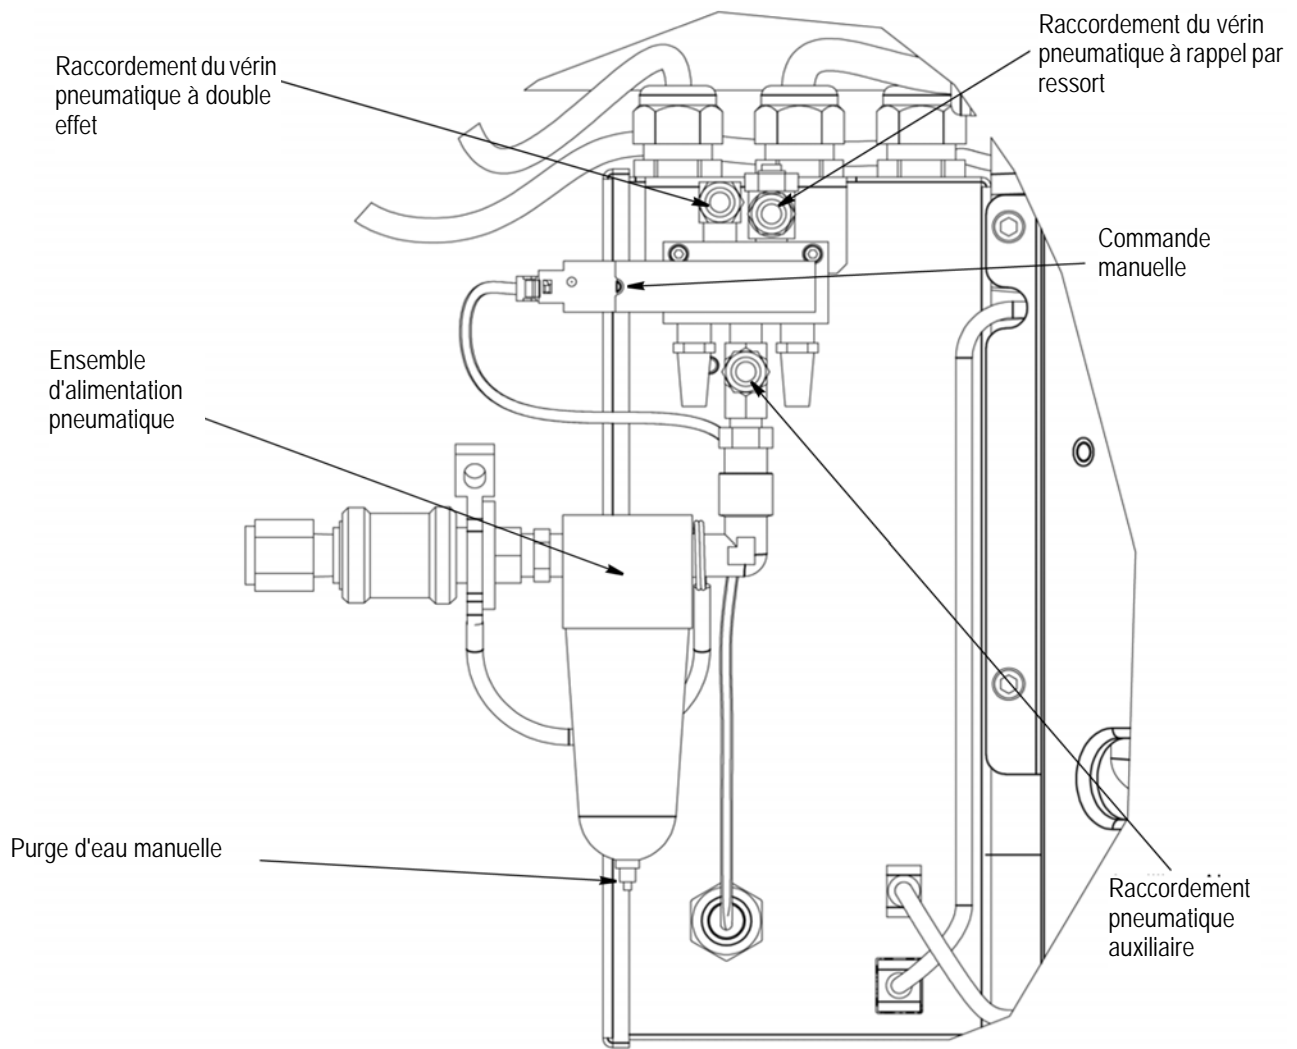

Figure 15
Suivre l'étape 2 « Procédure d'installation pour utilisation par le client » sur le document 2161209 consacré au kit d'alimentation pneumatique compris dans le Kit d'alimentation pneumatique 2161209-1 (Figure 15).
12. Installer l'applicateur à alimentation pneumatique sur la plaque de base puis raccorder aux orifices correspondants (voir Figure 15).
16. Pour verrouiller l'air en position désactivée, couper l'alimentation d'air et serrer le verrouillage à l'endroit illustré à la Figure 15. Fixer le verrouillage avec un verrou (fourni par le client).